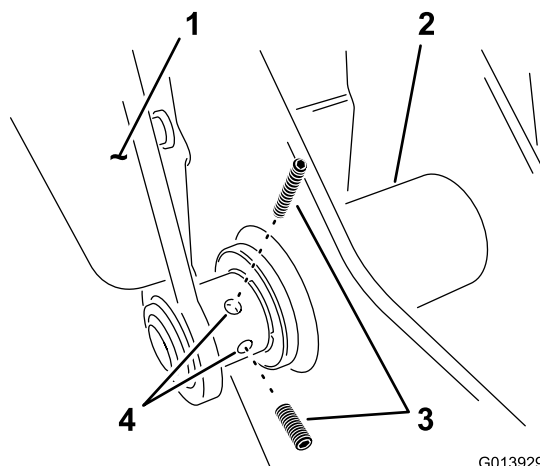

Figura 7
9. Inserite 2 viti a pressione sul braccio sinistro nel punto inferiore della cerniera (Figura 7).
6. Serrate le 2 viti a pressione nel braccio orientabile sinistro; fate riferimento a Figura 7 nella sezione Montaggio dei bracci della base sul telaio di supporto (pagina 7).